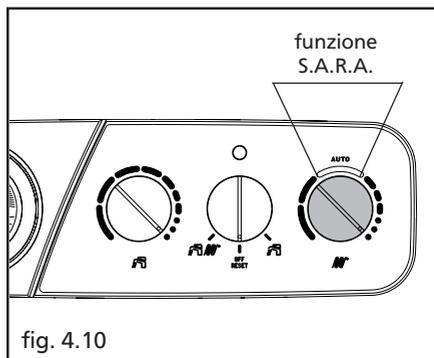

fig. 4.10
- Lampeggiante veloce con visualizzazione breve, ingresso nella funzione S.A.R.A. (Sistema Automatico Regolazione Ambiente). Posizionando il selettore temperatura acqua riscaldamento nella zona contrassegnata dalla scritta AUTO - valore di temperatura da 55 a 65 °C - (fig. 4.10) si attiva il sistema di autoregolazione S.A.R.A.: la caldaia varia la temperatura di mandata in funzione del segnale di chiusura del termostato ambiente. Nel caso di collegamento al pannello comandi a distanza, la segnalazione lampeggiante veloce indice dell'ingresso nella funzione S.A.R.A. è attiva sul pannello di comando della caldaia ma non sul display del pannello comandi a distanza.